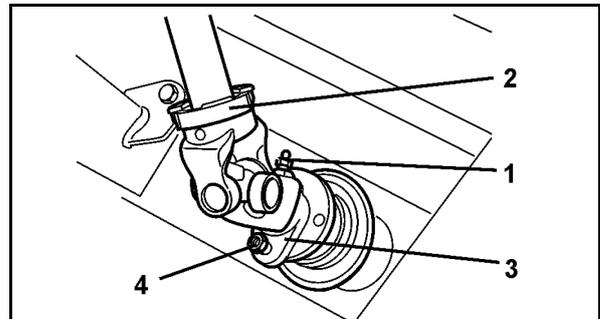

Fig. 52
6. Schmiernippel (Fig. 52/1) lösen und Gelenkwelle (Fig. 52/2) aufstecken.
7. Anschlussgabel (Fig. 52/3) mit Abscherschraube (Fig. 52/4) befestigen.
8. Schmiernippel (Fig. 52/1) eindrehen.